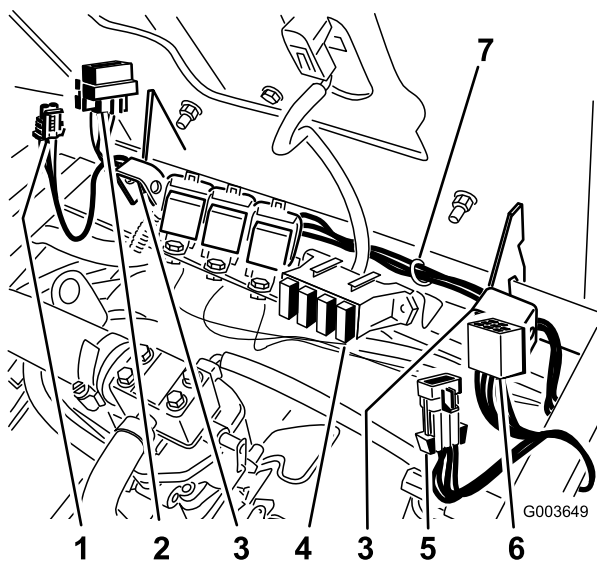

Bild 32
3. Verlegen Sie den Kabelbaum vom Schalter entlang des Sitzscharniers bis zum vorher am Ventil montierten Relais (Bild 32).
Setzen Sie die Sicherung in die rechte Fassung im Sicherungsblock ein (**Bild 32**).